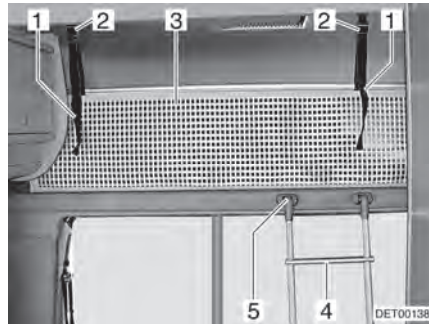

Bild 72 Alkovenbett
Zum Besteigen des Alkovenbetts die serienmäßig beigelegte Aufstiegsleiter (Bild 72,4) benutzen.
- Leiter mit den Holmen in Halterung (Bild 72,5) an der Alkovenblende einhängen.
Das Sicherungsnetz (Bild 72,3) ist serienmäßig zwischen Matratze und Lattenrost verstaut. Das Sicherungsnetz erst aufspannen, wenn sich die Personen bereits im Alkoven befinden.
- Haltebänder (Bild 72,1) in Halterungen (Bild 72,2) an der Decke einrasten lassen.